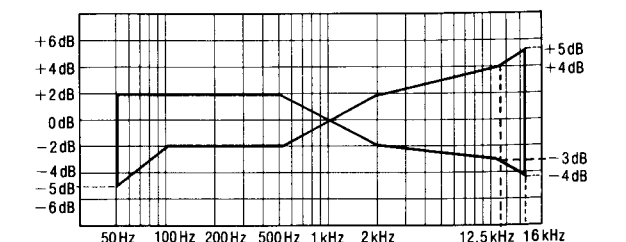

Fig. 10
- 8.Asegurarse de que el nivel esté dentro de la gama mostrada en la Fig. 10.